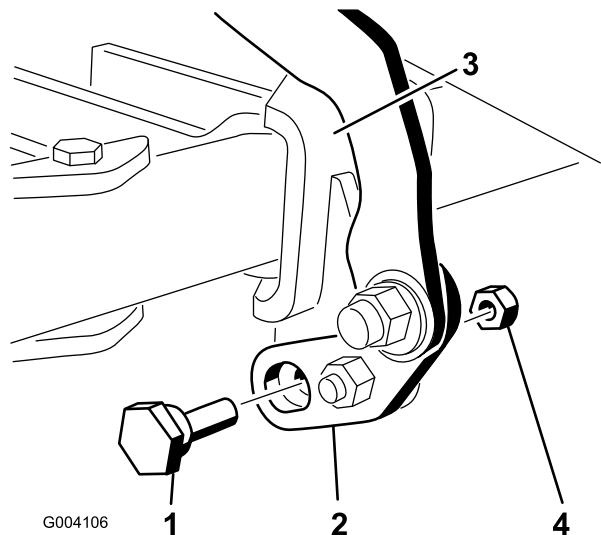
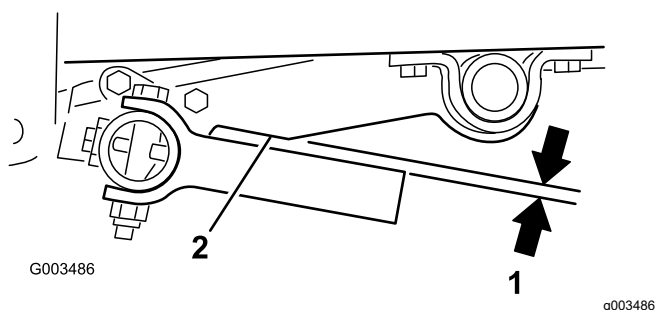

Figure 17
Figure 21
6. Insérez un boulon excentrique au bas de la patte de pivot et du support de pivot, et fixez-le en place avec un contre-écrou (5/16 po), comme montré à la Figure 17.
2. Tournez le boulon excentrique dans un sens ou dans l'autre jusqu'à ce que les dents soient parallèles au cran dans le bras de levage (Figure 17 et Figure 21).